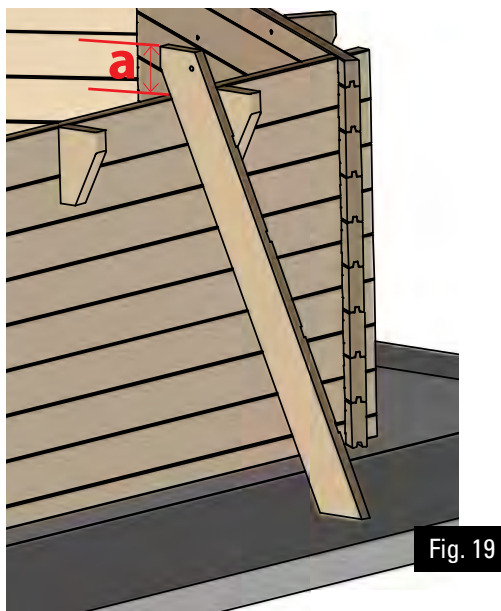

Fig. 19
Stegen kan behöva justeras beroende på poolens höjd, tex. kapas i botten om poolen installeras delvis nedgrävd (fig 19).
- Kapa i botten på stegens stöd och kontrollera mot måttet a (fig. 19)